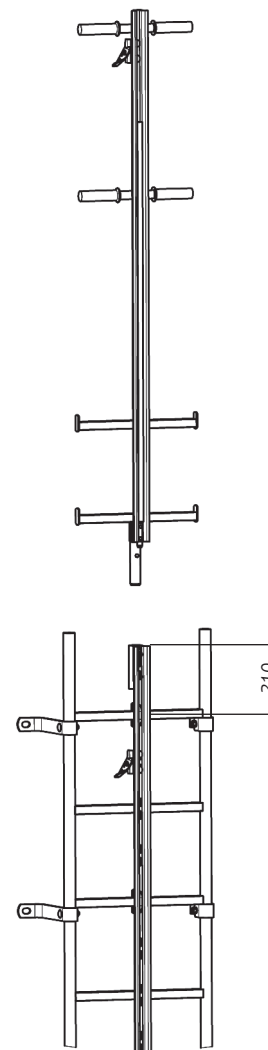

Abb. 5
**1.5** Die einwandfreie Funktion der Einstieghilfe ist nur gewährleistet, wenn das obere Fallschutzschienenende im Originalzustand (ohne zu kürzen) verwendet wird. Der Überstand vom Fallschutzschienenende bis Mitte der obersten Sprosse (Abb.5) bzw. bis Mitte Wandbefestigungsbügel beträgt generell 210 mm. Um die 210 mm einzuhalten, ist mit der Montage der Fallschutzschienen von oben zu beginnen und die Schiene, falls erforderlich, am unteren Ende zu kürzen. Die Schnittstellen sind zu entgraten und mit Zink-Dickschichtlack HACA-Typ 0052.90.10 nach zu behandeln.
Prüfen Sie, ob die Einstieghilfe (Abb. 5) im Bajonettverschluss richtig einrastet. Der Zylinderstift am Führungsbolzen wird durch die Nut des Gegenhalters geführt. Zum Aufstecken muss die Einstieghilfe um 30° nach rechts gedreht und anschließend soweit aufgesteckt werden, bis der Spalt zwischen den Fallschutzschiene verschwunden ist.